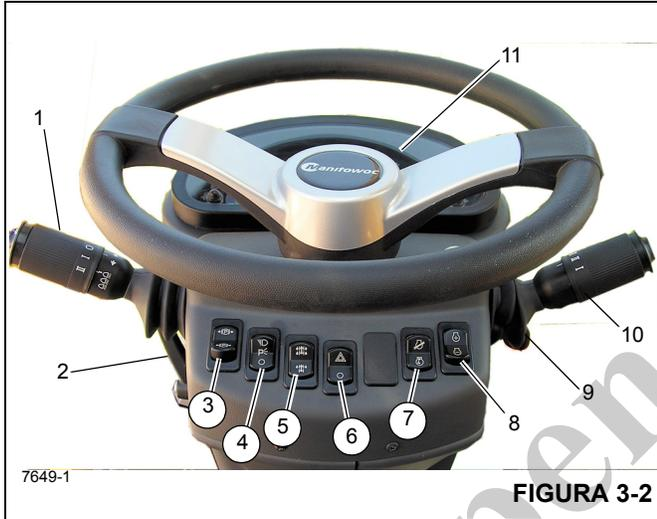

FIGURA 3-2
Todos os controles e indicadores para operar e monitorar as funções do guindaste encontram-se na cabine do guindaste Figura 3-2, incluindo o seguinte:
O conjunto da coluna de direção na Figura 3-2 é uma coluna de direção de pedestal inclinável e telescópica. Ele pode ser inclinado 30° para frente ou erguido verticalmente cerca de 2.5 pol. Ele inclui também a chave de ignição e o mostrador do indicador do barramento CAN (11) (Figura 3-2).
Números dos itens da Figura 3-2
A alavanca da sinaleira direcional e controles do limpador/lavador do para-brisa (1) (Figura 3-2) localizam-se no lado esquerdo da coluna de direção. Empurrar a alavanca da sinaleira direcional para baixo faz com a sinaleira direcional esquerda dianteira e a esquerda traseira pisquem. Empurrar a alavanca da sinaleira direcional para
A coluna de controle de direção pode ser girada aproximadamente 30° para a frente e elevada cerca de 2.5 polegadas. Mova a alavanca de controle (2) (Figura 3-2) para baixo para travar a coluna de direção no lugar; a coluna de direção fica liberada para ajuste girando a alavanca para cima.
A chave de controle do freio de estacionamento (3) (Figura 3-2) localiza-se na frente da coluna de direção. Esta chave de duas posições (Liga/Desliga) é usada para acionar e liberar o freio de estacionamento no conjunto motor-transmissão. A luz indicadora do freio de estacionamento na coluna de direção acende quando a chave de pressão no sistema de liberação do freio for ativada e o freio for aplicado.
A chave dos faróis (4) (Figura 3-2) localiza-se na frente da coluna de direção. Esta chave de três posições (Desliga/Estacionamento/Farol) controla a operação das luzes dos instrumentos, dos LEDs das chaves e das luzes do marcador na dianteira, traseira e na lateral do guindaste. Quando a chave estiver na posição Ligada, as luzes da coluna da direção e da chave acendem.
A chave seletora do eixo de tração (5) (Figura 3-2) localiza-se na frente da coluna de direção. Esta chave de duas posições é usada para selecionar tração nas duas rodas (faixa alta) ou tração nas quatro rodas (faixa baixa). A chave controla uma válvula solenoide (energizada pela tração em duas rodas) que opera a faixa de velocidade e os cilindros de desconexão do eixo da transmissão. Quando a chave é colocada na posição de tração nas quatro rodas, a luz indicadora do eixo de tração na coluna de direção acende.
A chave seletora das luzes de perigo (6) (Figura 3-2) localiza-se na frente da coluna de direção. A chave tem duas posições (ON/OFF) que fazem com que as quatro luzes da sinaleira direcional pisquem ao mesmo tempo quando a chave é posicionado em ON. Quando a chave estiver na posição Ligada, as luzes indicadoras da sinaleira direcional na coluna de direção piscam.
A chave de diagnóstico/controle da rotação do motor (7) (Figura 3-2) é uma chave de duas posições fixas liga/desliga usada para acessar os códigos de falha do motor ou para ativar o controle de baixa rotação do motor e as funções de rotação do motor.
Função de diagnóstico — Com a chave de ignição na posição RUN (Funcionar) e o motor desligado, pressione a parte superior da chave de diagnóstico/controle da rotação do motor para visualizar os códigos de falha do motor no mostrador da coluna de direção. Se houver mais de um código de falha do motor ativo, use a chave de incremento/decremento (8) (Figura 3-2) para avançar e retroceder os códigos de falha. Se não houver códigos de falha do motor, o mostrador da coluna de direção indicará zeros.
Função da baixa rotação do motor — Com o motor funcionando e a parte superior da chave de diagnóstico/controle de rotação do motor pressionada, a baixa rotação do motor é ajustada por meio da chave de incremento/decremento (8) (Figura 3-2).
Função da rotação do motor — Com o motor funcionando e a parte inferior da chave de diagnóstico/controle de rotação do motor pressionada, a rotação do motor é ajustada por meio da chave de incremento/decremento (8) (Figura 3-2).
A chave de incremento/decremento (8) (Figura 3-2) é uma chave temporária de três posições em que a posição central fixa é a posição desligada. Use esta chave para avançar e retroceder os códigos de falha ativos ou ajustar a rotação do motor.
motor (7) (Figura 3-2) pressionada, pressione a parte superior ou inferior da chave de incremento/decremento para avançar ou retroceder os códigos de falha ativos indicados no mostrador da coluna de direção. Se não houver códigos de falha do motor, o mostrador da coluna de direção indicará zeros.
Função de rotação baixa do motor — Com o motor funcionando e a parte superior da chave de diagnóstico/controle da rotação do motor (7) (Figura 3-2) pressionada, pressione a parte superior ou inferior da chave de incremento/decremento para aumentar ou diminuir a baixa rotação do motor.
Função da rotação do motor — Com o motor funcionando e a parte inferior da chave de diagnóstico/controle de rotação do motor (7) (Figura 3-2) pressionada, a rotação do motor é ajustada por meio da chave de incremento/decremento. Pressione rapidamente a parte superior da chave uma vez para ir para rotação máxima; pressione rapidamente a parte inferior da chave para retornar à baixa rotação. Se a rotação do motor estiver abaixo do ajuste máximo da rotação, manter pressionada a parte superior da chave aumenta lentamente a rotação do motor; libere a chave depois de atingir a rotação desejada. Se a rotação do motor estiver acima do ajuste mínimo da rotação, manter pressionada a parte inferior da chave diminui lentamente a rotação do motor; libere a chave depois de atingir a rotação desejada.
A alavanca de câmbio (10) (Figura 3-2) localiza-se no lado direito da coluna de direção. A alavanca de controle aciona a válvula seletora da transmissão eletricamente. Posicionar a alavanca para cima aciona o avanço e posicionar a alavanca para baixo aciona a ré. Quando a alavanca está em neutro, ela permanece em um recorte. Para movimentar a alavanca para cima ou para baixo, puxe primeiro a alavanca para cima. Para mudar a transmissão para primeira, segunda ou terceira marcha, gire o botão para 1, 2 ou 3.